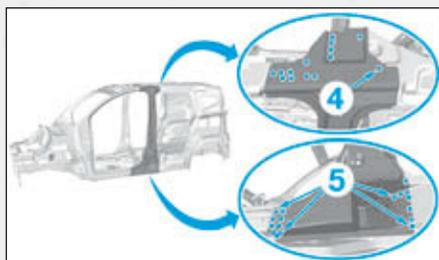

FIG.83
- par points bouchons MAG en (4) et (5) puis meuler les points de soudure (Fig.83),
- par points bouchons MAG en (4) puis meuler les points de soudure (Fig.83),